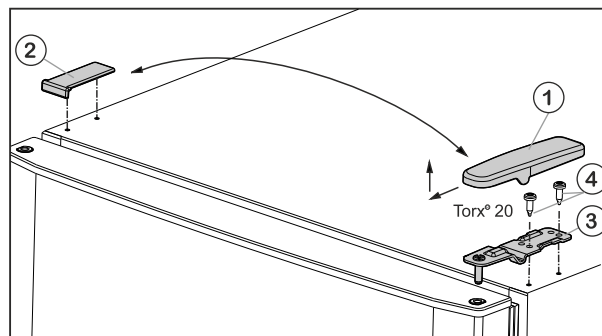

Fig. 5
- ▶ Előre és felfele húzza le a fedelet Fig. 5 (1).
- ▶ Emelje le a fedelet Fig. 5 (2).
- ▶ Csavarozza le az Fig. 5 (3) felső csapágybakját (2 x Torx® 20) Fig. 5 (4), és felfele húzza le.
- ▶ A középső csapágybakot (13) 180°-kal elfordítva csavarozza be az alsó ajtóba rögzítőcsavarokkal (11) (2 db Torx® 25) **erősen (4 Nm-es nyomatékkal)** az új csuklópánt oldalára.
- ▶ Helyezze vissza a műanyag alátéteket (10).
- ▶ A felső ajtót helyezze a középső csapágybakra (13).
- ▶ A felső csapágybakot Fig. 5 (3) helyezze a csuklópánt új oldalára.
- ▶ A felső csapágybakot **erősen (4 Nm-es nyomatékkal)** csavarozza fel – (2 db Torx® 20) Fig. 5 (4). Adott esetben használjon akkus csavarhúzót.
- ▶ A fedelet Fig. 5 (1) kívülről helyezze fel az ellenkező oldalra és pattintsa be.
- ▶ A fedelet Fig. 5 (2) mindig felülről helyezze fel az ellenkező oldalra és pattintsa be.